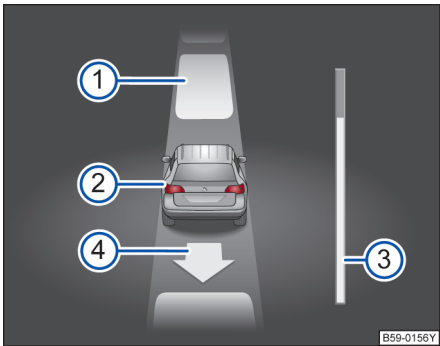

图 168 在组合仪表的显示器中：与车道平行的驶出。
→ 图 168 的图例：
| 8.       | 倒车，至出现泊车雷达系统的持续音讯号或：倒车行驶，直到在组合仪表的显示器中出现前进的要求。进度条→图 168 ③ 表示待行驶距离→第 163 页。                                                                                                                                   |